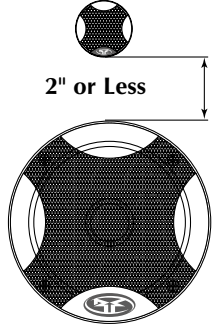

Figure 1
- Die beste Integration zwischen Mitteltöner und Hochtöner wird erzielt, wenn der Hochtöner höchstens 5 cm vom Mitteltöner entfernt platziert wird (Abbildung 1).
- Wenn möglich, den Hochtöner direkt über oder unter dem Mitteltöner platzieren, da dies die Darstellungsfähigkeit (Punktquelle) des Lautsprechers maximiert (Abbildung 1).